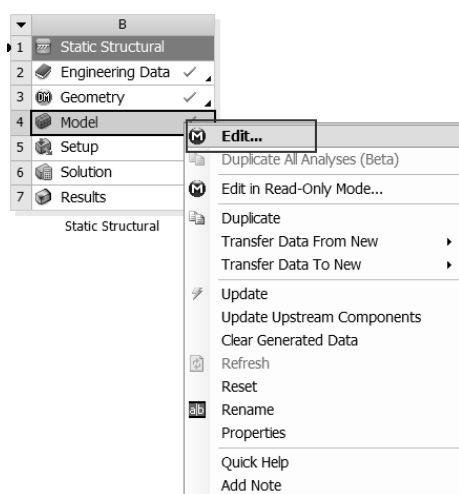
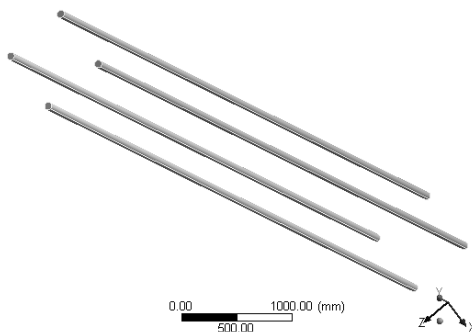

图 19-40 编辑 Mechanical
图 19-41 Mechanical 中模型
Step3：Mechanical 中的模型。在 B4 (Model) 中右击，在弹出的如图 19-40 所示的快捷菜单中选择 Edit 命令，进入如图 19-41 所示的 Mechanical 操作界面。